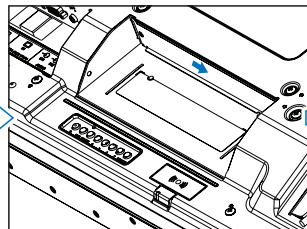
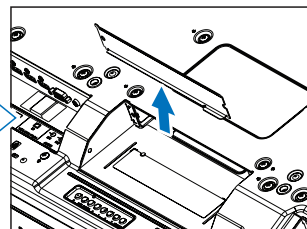

Abbildung 2
Abbildung 3
3. Entfernen Sie die Abdeckung des Steckplatzes, indem Sie die Schrauben lösen (**Abbildung 1**), die Abdeckung nach rechts schieben (**Abbildung 2**) und dann nach oben anheben (**Abbildung 3**).